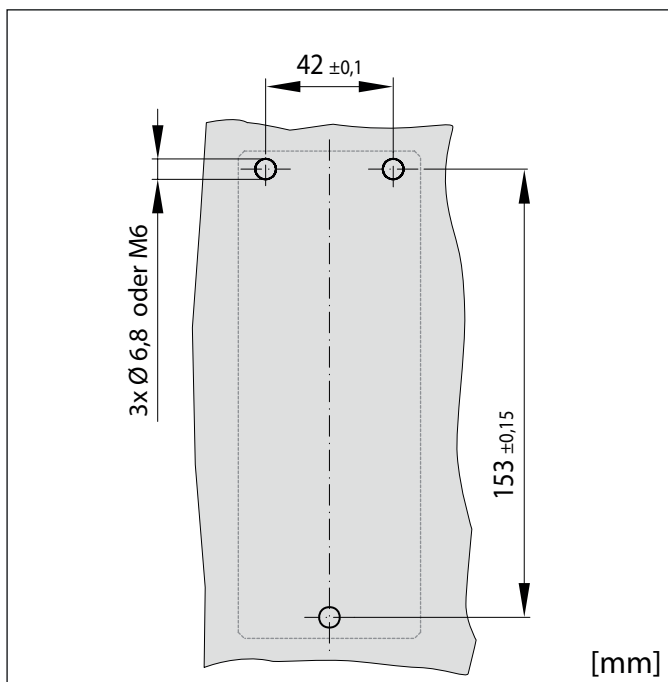

Abb. 2: Maße und Anordnung der Montagebohrungen
- ▶ An der Montageplatte bzw. am Einbaurahmen müssen 3 Montagebohrungen gemäß nachstehender Maßzeichnung (**Abb. 2**) vorbereitet werden.